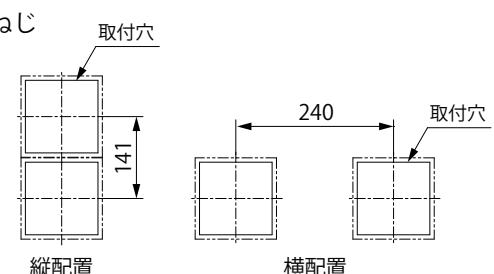

図3 取付配置例
- 本製品の取付ピッチは、ユニットを上下に並べて使用する場合(縦配置)は141(外形寸法+1)mmとしてください。また、左右に並べて使用する場合(横配置)は240(外形寸法+100)mmとしてください。(図3)